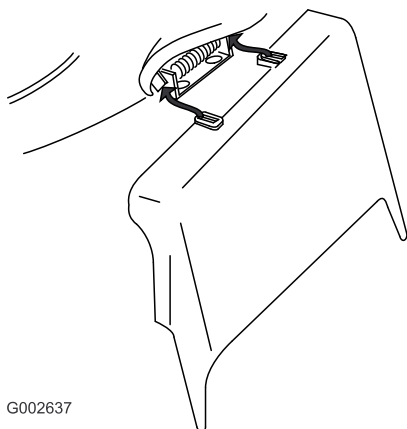

Рисунок 36
3. Установите боковой желоб для выброса и закройте дверцу на желобе (Рисунок 36).